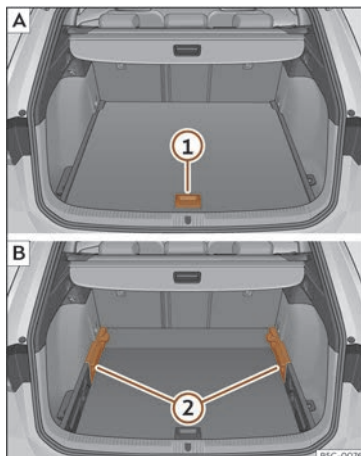

Fig. 179 Plancher du coffre à bagages modulable : **A** position haute ; **B** position basse.
- Pour passer de la position basse en position haute, relevez le plancher avec la poignée >>> **fig. 179 (1)**, tirez-le vers l'arrière jusqu'à ce que la partie avant du plancher dépasse complètement les supports (2).
- Déplacez le plancher vers l'avant sur ces derniers jusqu'à ce qu'il bute contre le dossier de la banquette arrière et ensuite, abaissez le plancher avec la poignée (1).
- Pour passer de la position haute en position basse, relevez le plancher avec la poignée >>> **fig. 179 (1)**, tirez-le vers l'arrière jusqu'à ce que la partie avant du plancher dépasse complètement les supports (2).
- Laissez tomber la partie avant contre le plancher et poussez ce dernier vers l'avant jusqu'à ce qu'il bute contre le dossier de la banquette arrière en abaissant en même temps le plancher avec la poignée ①.
- Lorsque le plancher modulable se trouve en position haute, relevez-le à l'aide de la poignée >>> fig. 179 ①, tirez-le et repoussez-le vers le dossier de la banquette arrière jusqu'à ce qu'il se plie au niveau de la charnière et que sa partie mobile repose contre le dossier.